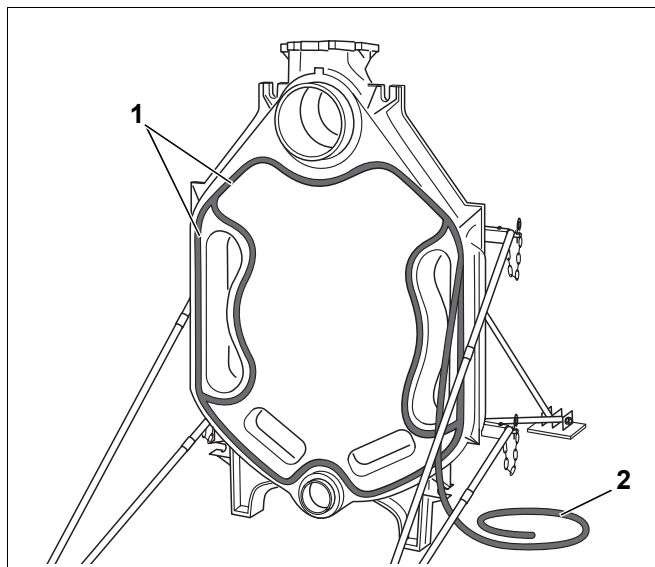

Bild 16 Dichtschnur (KM-Schnur) einsetzen
- Elastische Dichtschnur (KM-Schnur: Bild 16, **Pos. 2**) auf der Vorderseite des Hintergliedes, im oberen Nabenbereich beginnend, in die Dichtnuten (Bild 16, **Pos. 1**) einlegen und leicht andrücken. Die Dichtschnur an den Stößen 2 cm überlappen und gut aneinander drücken.